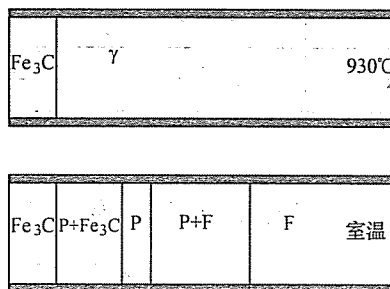

图 17-4 第三题第 1 小题解答图
(2) 根据冷速不同, 可能出现共晶反应, 得到 Ld; 得到的 P 层片细小;  $\text{Fe}_3\text{C}_{\text{II}}$  的析出将受到抑制, 甚至不析出。
(3) 如图 17-4 所示。